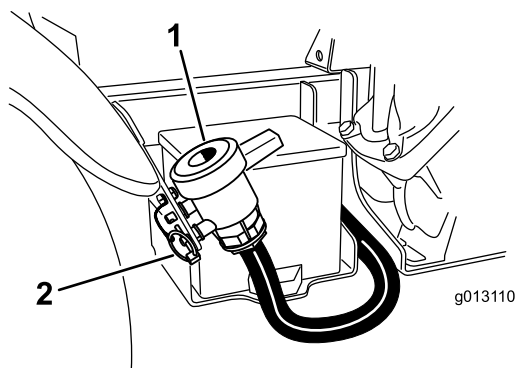

図 27
2. タンクのドレン・バルブは車両の右側にある(図 27)。バルブはバッテリー脇のフェンダー・ブラケットにある。